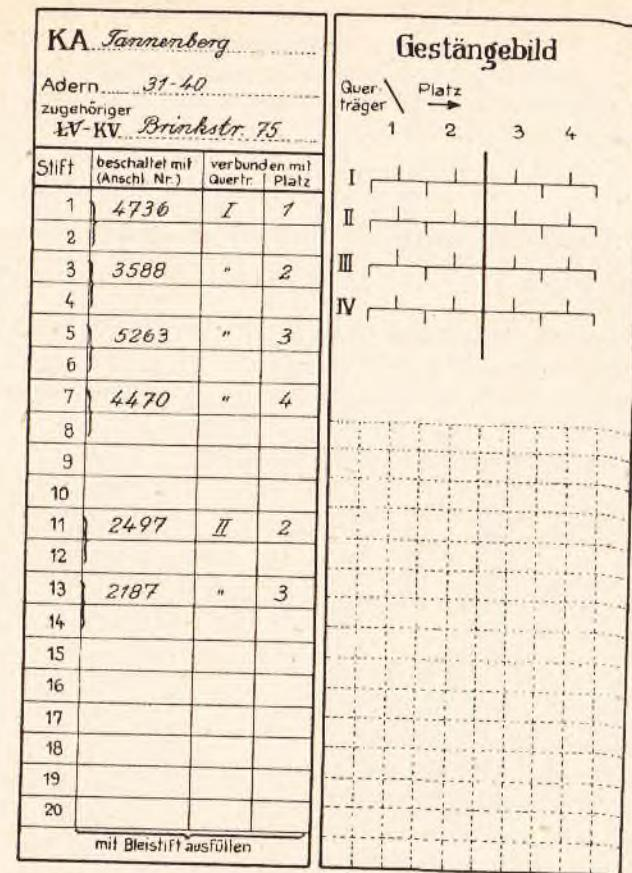

Abb. 65 Schaltkarte
**Die Verbindung mit der Freileitung geschieht wie folgt:** Der Überführungsdraht wird auf einer Länge von etwa 50 cm abisoliert und blank gemacht, in einem nach oben geführten Bogen an den Isolator herangeführt, zweimal um den Hals des Isolators herumgelegt, mit zwei Windungen um den eigenen Draht gewickelt und mit einer halben Verbindungshülse mit dem Freileitungsdraht verbunden. Dabei ist darauf zu achten, daß der von Lötstift 1 kommende Überführungsdraht mit der a-Leitung von Platz 1 des 1. Querträgers verbunden wird, Lötstift 2 mit der b-Leitung, Lötstift 3 mit der a-Leitung von Platz 2 usw. (Abb. 65). An dieser Reihenfolge darf nichts geändert werden. Etwaige Umschaltungen sind nicht am UEVs, sondern nur an den Schaltstellen, wie KV, LV oder Vh (Hauptverteiler), vorzunehmen. (Ausnahme: Bei Störung einer Kabelader.) In die Schaltkarte (Abb. 65), die im Sicherungsraum aufzubewahren ist, tragen wir die Belegung (Anschluß-Nr.) mit Bleistift ein. Die nichtbenutzten Öffnungen im Schaltraum verschließen wir mit einem Gummistopfen oder Dichtungswickel, damit die Feuchtigkeit keinen Zutritt hat.